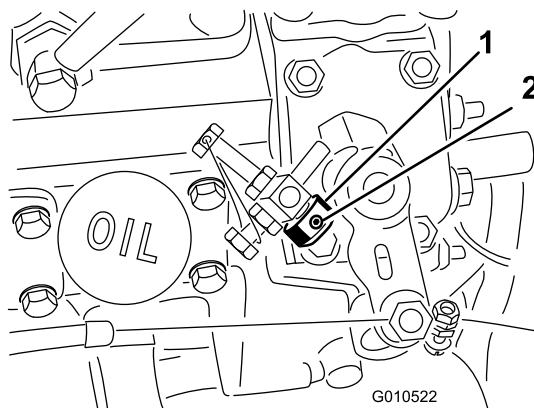

Figura 7
1. Desaperte o parafuso no travão do regulador (Figura 7).
2. Deslize o travão do regulador para o parafuso de travão de ralenti elevado (Figura 7). Certifique-se de que a extremidade chanfrada do travão do regulador está virada para fora.